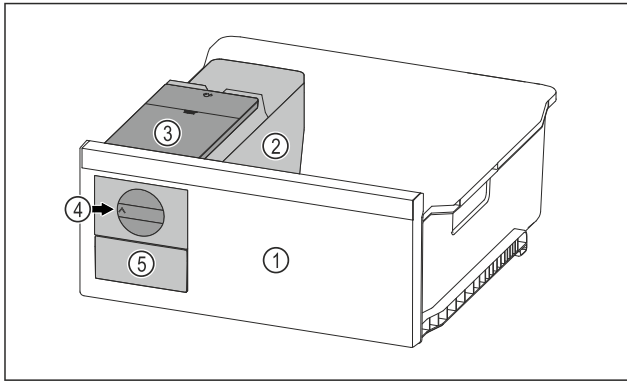

Fig. 90 Voorbeeld
- ▶ Draaiknop Fig. 90 (4) rechtsonder tot aan de aanslag draaien.
- ▷ Ijsblokjes vallen uit de ijsblokjes-schaal in de ijsblokjeslade Fig. 90 (5).